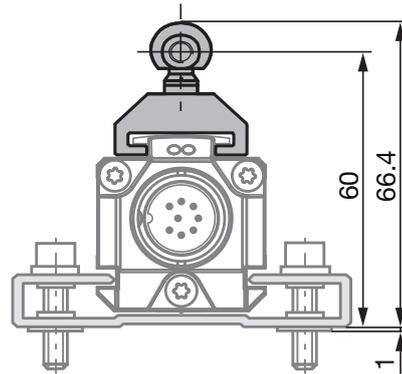
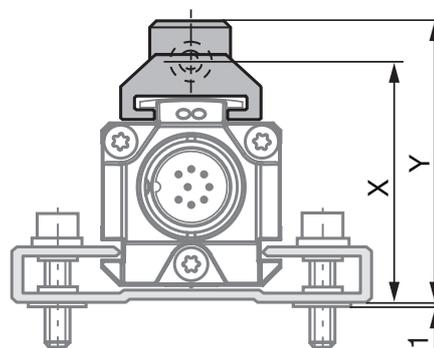
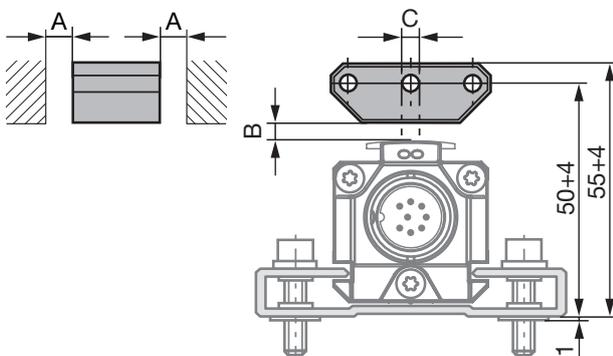
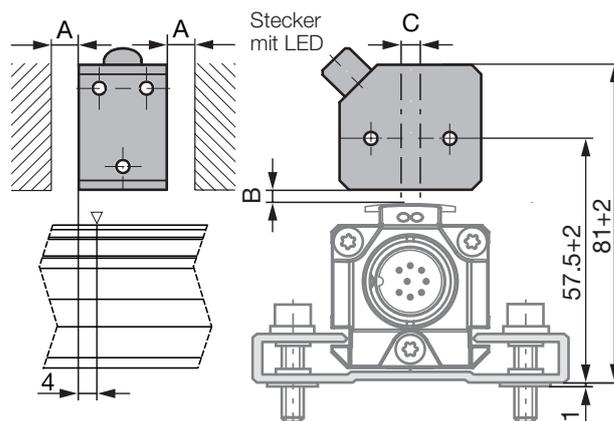

Bild 4-1: Maße und Abstände mit Positionsgewerber BTL5-F-2814-1S
Bild 4-3: Maße und Abstände mit Positionsgewerber BTL5-M/N-2814-1S
Bild 4-4: Maße und Abstände mit Positionsggeber BTL5-P-3800-2
Bild 4-8: Maße und Abstände mit Positionsggeber BTL5-P-4500-1 mit elektrischer Magnetfeld-Erzeugung (24 V/100 mA)
i Das BTL in Profilbauweise eignet sich sowohl für freie, d. h. berührungslos arbeitende Positiongeber (siehe Bild 4-4 bis Bild 4-8) als auch für geführte Positiongeber (siehe Bild 4-1 bis Bild 4-3).
- Der Abstand A zwischen Positionsggeber und Teilen, die aus magnetisierbarem Material bestehen, muss mindestens 10 mm betragen (siehe Bild 4-4 bis Bild 4-8).
- Für den Abstand B zwischen Positionsggeber und BTL und für den Mittenversatz C (siehe Bild 4-4 bis Bild 4-8) sind folgende Werte einzuhalten:
i Der Messbereich ist um 4 mm in Richtung des BTL-Steckers versetzt (siehe Bild 4-8).